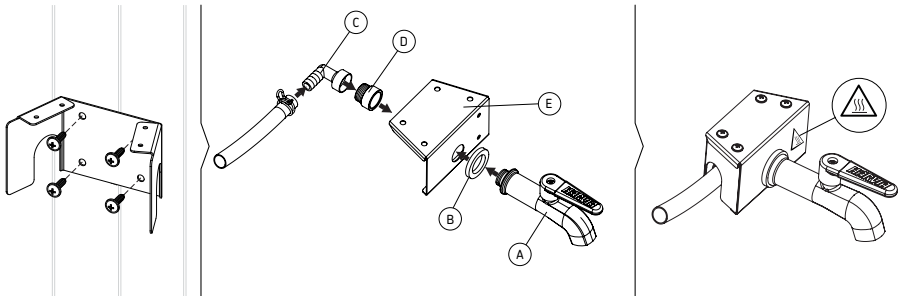

Abbildung 4.
A. An der Holzwand mit der Wandhalterung und einer Wasserhahnhalterung (Abbildung 4.)
2. Setzen Sie den Wasserhahn (A), die Dichtung (B), den Clip (C), Wasserhahnverlängerung (D) und die Wasserhahnhalterung (E) zusammen, mit der Dichtung auf der Seite des Wasserhahns.